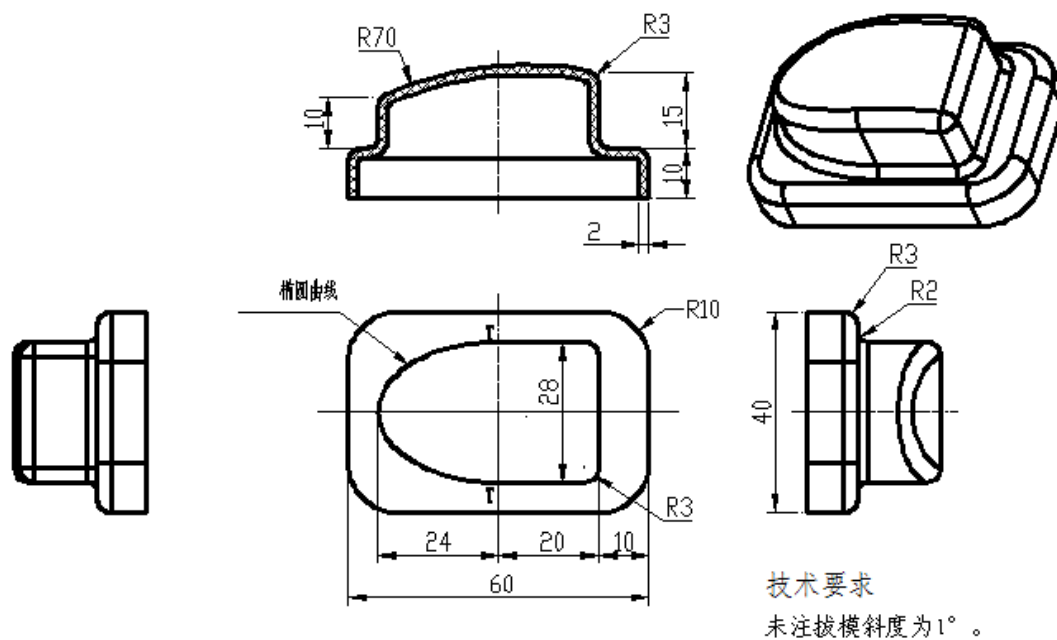

图3-11机壳
按照图3-11的要求，对机壳零件进行产品造型、结构设计与3D打印。塑件材料：ABS。技术要求：
(1) 在F盘下建立考生文件夹，文件夹名称为考生准考证号。产品零件设计的结果文件保存于此文件夹中。
(2) 根据图3-11对产品进行造型，并对内部结构进行设计，文件名称为CPSJ3DDY
(3) 对产品设计的结果文件进行3D打印
(4) 对打印的零件进行后处理（含去支撑、粘接等）